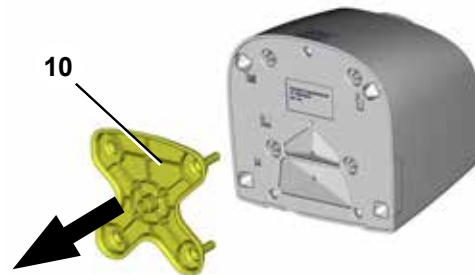

Fig. 2
- ⇒ Dra ut och avfallshandtera transportsäkringen (10, Fig. 2) på apparatens undersida.